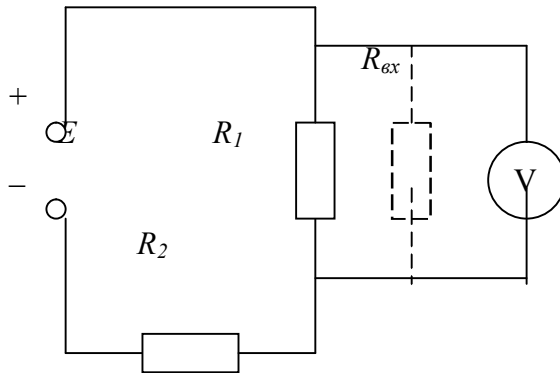

Рис. 3 Измерение напряжения на участке электрической цепи.
**Задача 4.** Для измерения напряжения на резисторе  $R_I = 1$  кОм (см. рис.3) включен вольтметр класса точности  $K_{II}$  с конечным значением шкалы  $U_{ном}$  и  $R_{вх} = 5$  кОм показания вольтметра  $U_{\alpha}$ , напряжение источника  $E$ ;  $R_2 = 9$  кОм. Определить действительное значение измеряемой величины напряжения; погрешности, обусловленные методом измерения и классом точности прибора.